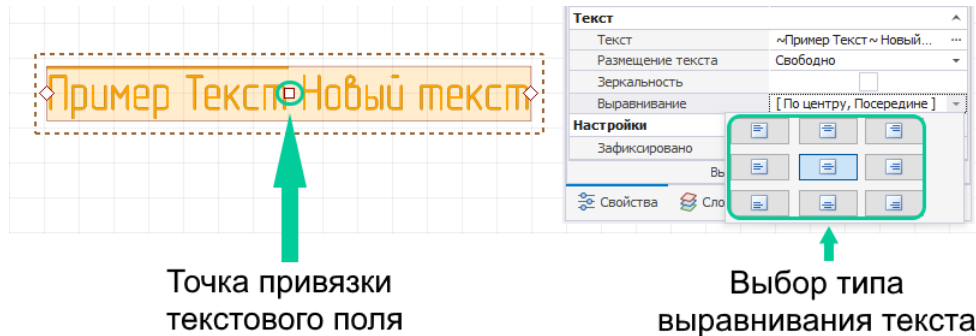

Рис. 331 Выравнивание текста
- Пункт «Выравнивание», поле «Текст» - выравнивание текста в текстовом поле, см. Рис. 331. Также при выборе типа выравнивания текста для поля устанавливается точка привязки текстового поля.